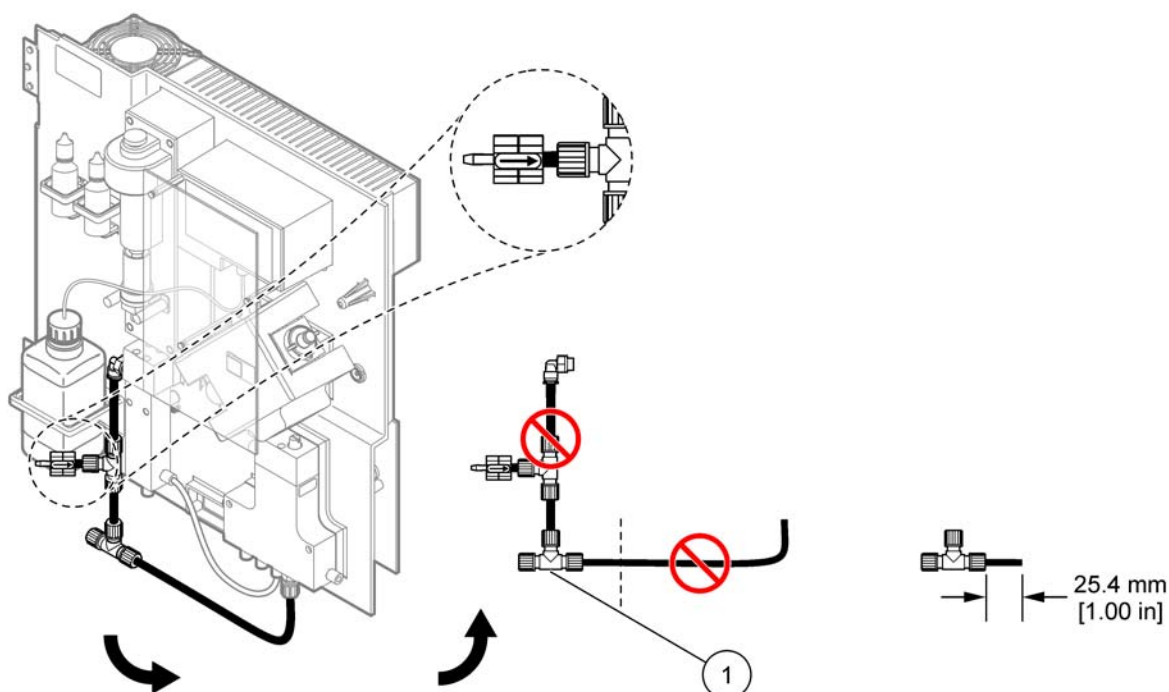

図 28 T- フィッティングを外す
T- フィッティングを使ってドレーンチューブを接続します。T- フィッティングを外す場合は、図 28 と以下のステップを参照してください：
- e. 分析装置 1 から外したドレーンチューブから 25 mm 切断します。25 mm のチューブを分析装置 2 の T- フィッティングに接続します。チューブの他方の端を分析装置 1 から外した T- フィッティングに接続します。T- フィッティングの取り外しについては、81 ページの図 28 を参照してください。